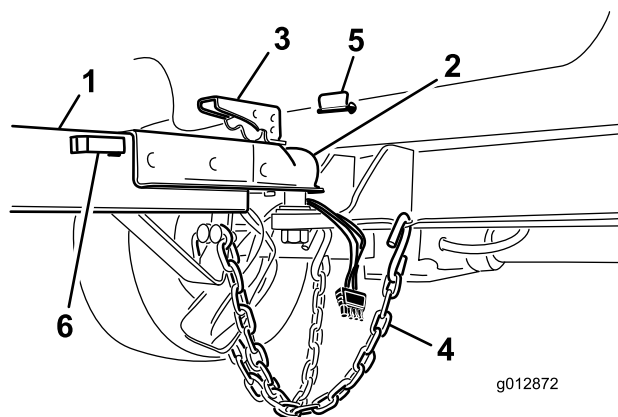

Figura 11
2. Levante la palanca de acoplamiento de la lengüeta y baje el enganche sobre la bola (Figura 11).